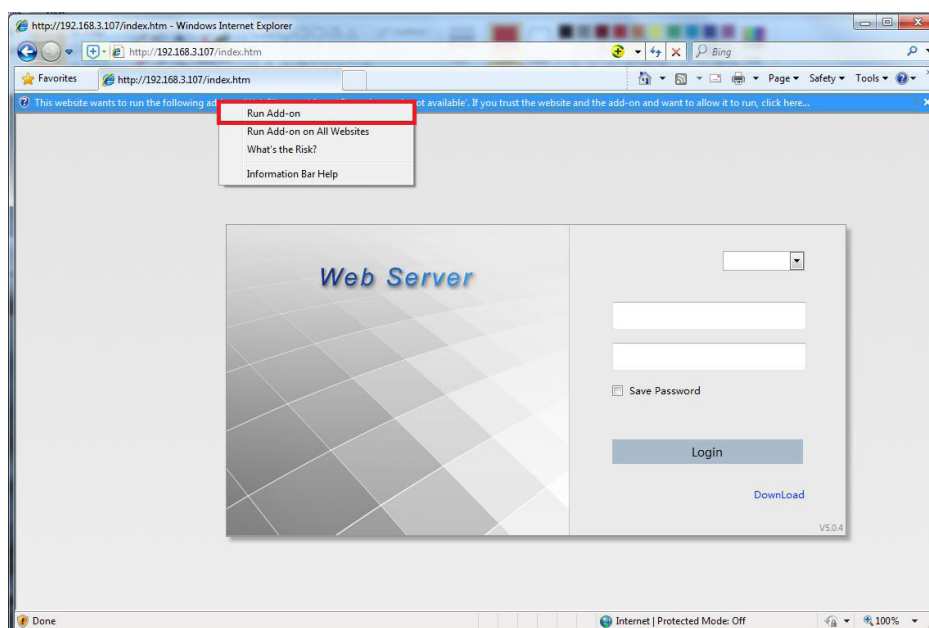

Figura 1
- 3) Eseguire il plug-in come mostrato nella figura 1.